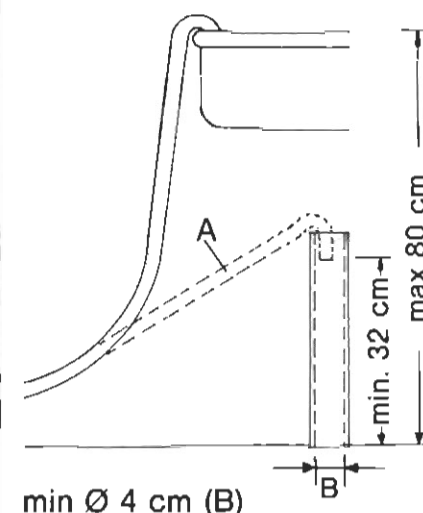

Fig. 11
Il tubo di scarico A (Fig. 11) in dotazione alla macchina viene agganciato con la parte estrema ricurva al bordo del lavello o in una conduttura di scarico.
- l'estremità del tubo in relazione al piano di appoggio della lavastoviglie (Fig. 11) non deve essere sistemata né ad una altezza superiore ai 80 cm., né ad una inferiore ai 32 cm.;
The drain hose A (Fig. 11) supplied with the appliance is used with the curved end over the edge of the sink or connected to a drain mains. We recommend installing a stench-trap.
- the end of the hose in relation to the dishwasher base (Fig. 11) must not be placed higher than 80 cm. or lower than 32 cm.;
Le tuyau (A) (Fig. 11) fourni avec l'appareil a une extrémité recourbée qui peut être soit, accrochée au bord d'un évier, soit enfilée dans un conduit d'évacuation, dans ce dernier cas, il est recommandé d'avoir un siphon antioyeurs.
- L'extrémité du tuyau par rapport au plan d'appui du lave vaisselle doit être placée à une hauteur comprise entre 80 et 32 cm. (Fig. 11).
El tubo (A) (Fig. 11) entregado junto con el aparato tiene un extremo curvado que puede acoplarse al borde de un fregadero o a una tubería de desagüe.
- El extremo del tubo de desagüe en relación al plano de apoyo del aparato debe estar a una altura comprendida entre los 32 cm. Y los 80 cm. (fig. 11).
O tubo de saída A (fig. 11) fornecido com a máquina deve ser colocado com a extremidade curva na beira do lava louca ou de uma conduta de ligação directa ao esgoto principal. Recomenda-se a aplicação de um sifão anti cheiros. No decurso da instalação recomendamos que sejam tomadas as seguintes precauções:
O tubo de saída não deve ter uma curva muito apertada uma vez que provocaria um bloqueamento. A extremidade do tubo deve ficar a uma altura não superior a 80 cm e não inferior a 32 cm. (Fig. 11). Se optar pela descarga directa no lava loiça deve ter o cuidado de verificar que a extremidade do tubo não fica imersa na água.